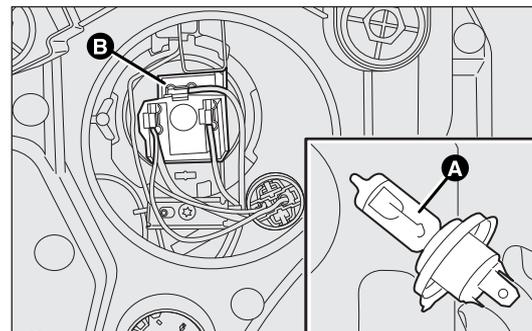

fig. 168
- débrancher le connecteur électrique B-fig. 168 central et décrocher le ressort de retenue de l'ampoule ;